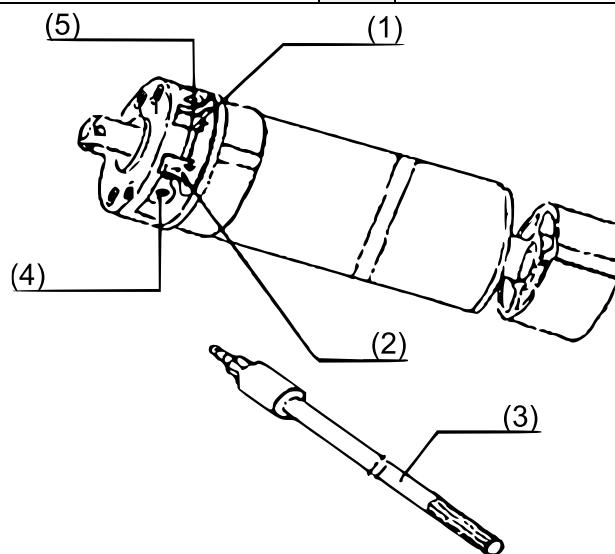

Fig. 12
1. Fije el adaptador del eje (4) al motor de la persiana (3) y mida la distancia entre el adaptador y la corona (2) antes de insertar ambos juntos en el eje de la persiana (5). Asegúrese de que el adaptador del eje se encuentre dentro del eje.
2. Mida la distancia entre el adaptador del eje (4) y el final del eje de la persiana (5) para evitar posibles daños en el cierre.
3. Introduzca la cápsula del rodillo (7) en el extremo libre del eje de la persiana (5) y tome todas las medidas necesarias antes de fijar la cápsula con tornillos de una longitud máxima de 1 cm.
4. Fije el soporte del motor (1) y el soporte de la cápsula del rodillo (8) de manera que el eje de la persiana (5) quede en equilibrio después de la fijación.
5. Sujete entonces el eje de la persiana (5) a los soportes para que haya acceso a los tornillos de ajuste del motor (Fig. 12).
7. Sujete entonces la lama de la persiana (6) al eje de la persiana (5) fijando los muelles de suspensión al eje de la persiana. Asegúrese de que los muelles estén bien sujetos y no haya juego cuando se baje la lama.
8. Levante entonces las lamas de la persiana (6) hacia arriba con ayuda del elemento de control hasta que el motor pare automáticamente. Utilice un destornillador para ajustar de forma manual la posición final superior de las láminas con el tornillo de ajuste inferior (Fig. 12).